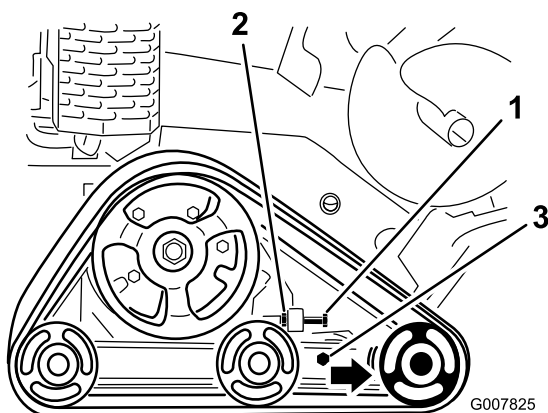

Figura 48
3. Allentate il controdado sul bullone di tensionamento dei cingoli e i bulloni del serrafilato sul braccio di tensione (Figura 48).
4. Serrate il bullone di tensionamento a un valore compreso tra 32,5 e 40 Nm per stringere il cingolo (Figura 48).
4. Allentate il bullone di tensione e il controdado (Figura 48).
5. Allentate i bulloni serrafilato (Figura 48).